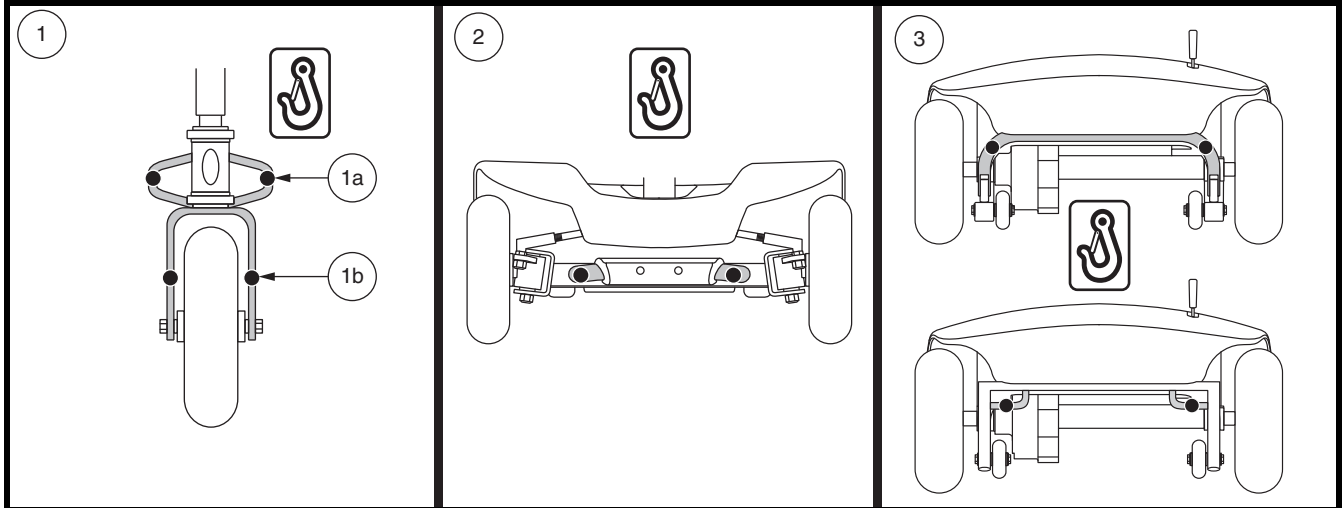

Figure 10. Points d'ancre (Identifié avec des points noirs)
Le Travel Scooter doit toujours être ancrés face à l’avant du véhicule. Fixez les quatre (4) courroies aux points d’ancrage désignés sur le Travel Scooter. Voir la figure 10. Serrez-bien les courroies pour retirer le jeu excessif. N’attachez jamais le Travel Scooter par ses composantes réglables ou mobiles tels que les accoudoirs, capots ou roues. Ces articles devraient être enlevés. Positionnez les points d’ancrage arrière des courroies directement derrière le Travel Scooter. Les points d’ancrage avant sont disposés plus loin de chaque côté du Travel Scooter afin d’augmenter la stabilité latérale.